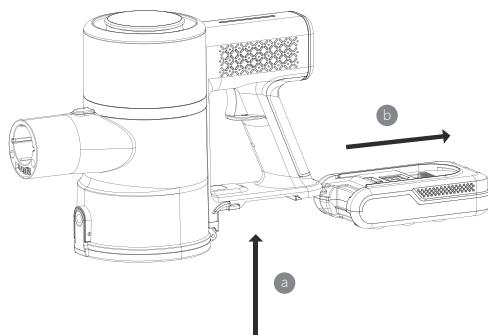

Fig 2.
- Потяните входной HEPA-фильтр вниз, чтобы снять фильтр, и поместите его обратно на стойку после очистки, рис. 2.
- После снятия пылесборника возьмитесь за первичный фильтр и поверните его против часовой стрелки, чтобы снять первичный фильтр, рис. 2.
- Поместите пылесборник на встречный путь и убедитесь, что он зафиксировался в этом положении и был слышен щелчок, рис. 2.
Или вы можете снять пылесборник и нажать кнопку фиксатора пылесборника, затем бросить пыль в контейнер для отходов, рис. 2.